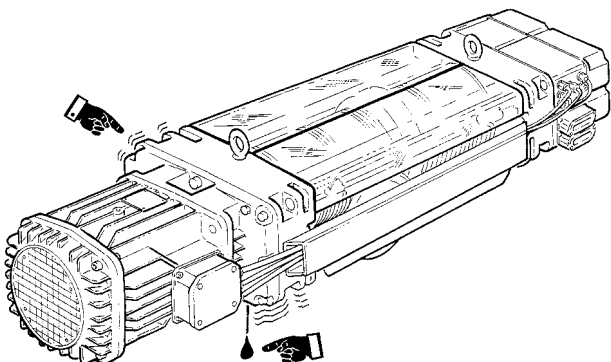

fig. 137
*Verifica mensile dell'efficienza dei riduttori paranco e carrello (fig. 137):*